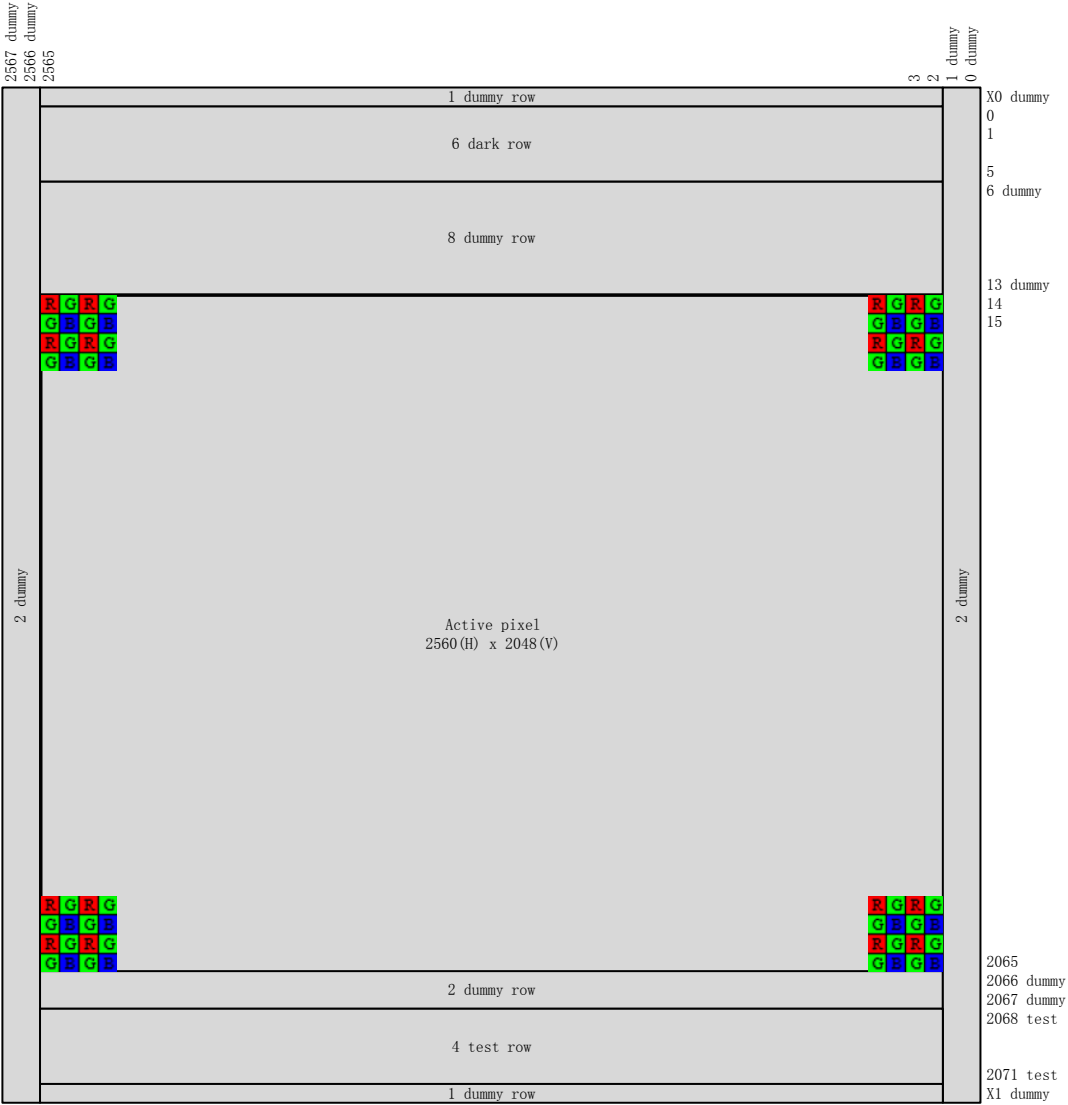

Figure 10 像素阵列排布示意图
SXY5200 的有效像素阵列大小为 2560(H) x 2048(V)，具体的排布情况请见 Figure 10。其中（0，0）像素的位置与《成像方向》所述的（0，0）像素一节对应。